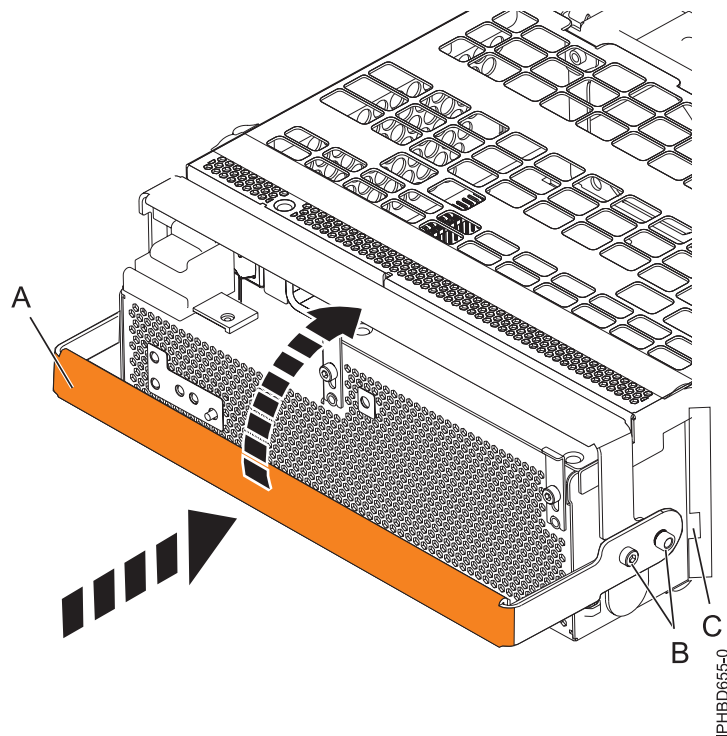

Figure 49. Remplacement d'un bloc d'alimentation
11. Pour remplacer l'alimentation électrique, avec la poignée de verrouillage **(A)** en position ouverte, insérez l'alimentation électrique dans l'unité d'extension comme indiqué à la figure 49, à la page 62.